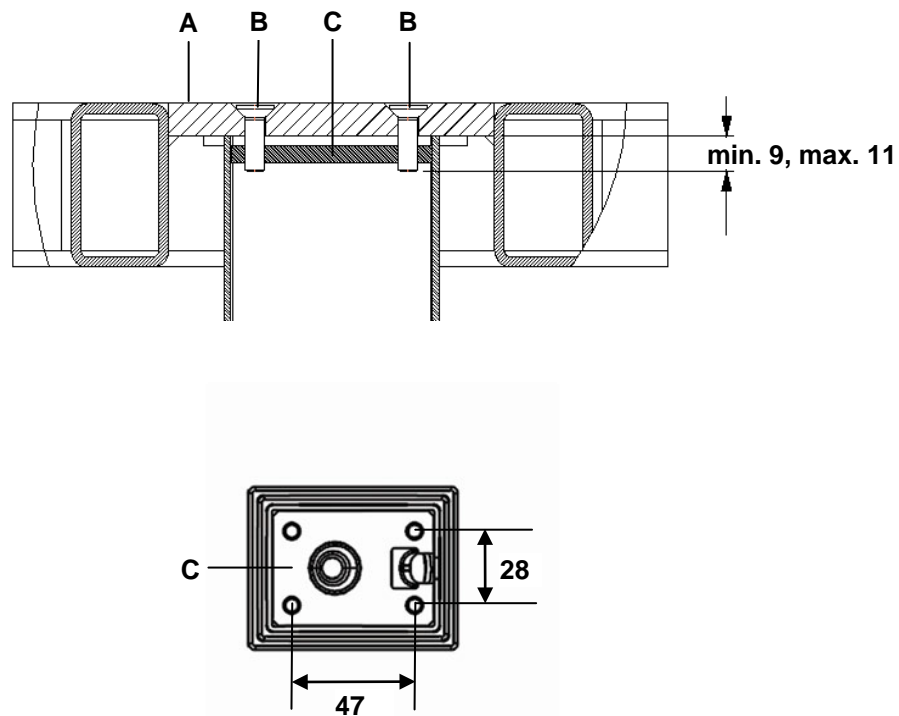
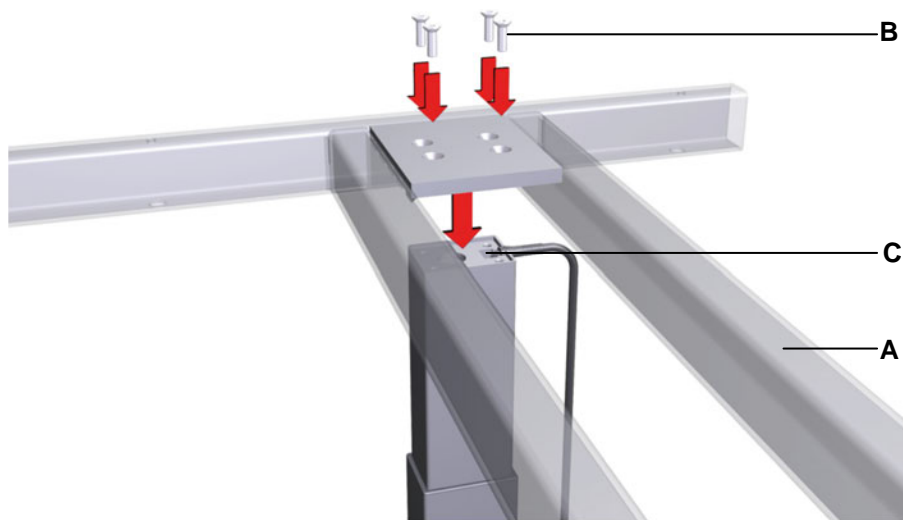

Abbildung 14 Montage Tischrahmen (Angaben in mm)
Abbildung 15 Montage Tischrahmen
- ▶ Verwenden Sie Schrauben M6 (Festigkeitsklasse 8.8) geeigneter Länge, so dass die Einschraubtiefe mindestens 9 mm und maximal 11 mm beträgt, wie in Abbildung 14 gezeigt (Schraubenlänge = Stärke der Montageplatte + min. 9 bis max. 11 mm). Das Anzugsdrehmoment darf maximal 10 Nm betragen.
- 1 Legen Sie den Tischrahmen mit den Bohrungen über die Hubsäule und schrauben Sie den Tischrahmen mit vier Schrauben an das Kopfende der Hubsäule ID21, wie in Abbildung 15 gezeigt (maximales Anzugsdrehmoment 10 Nm). Die Montagemaße entnehmen Sie Abbildung 14.